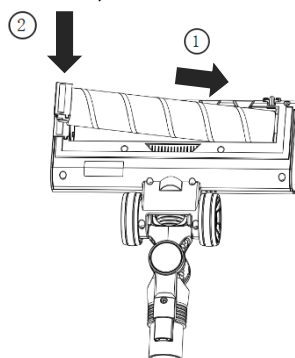

Figura 21
4. După curățare, introduceți peria cu role și apăsați-o până la capăt, apoi apăsați în jos capacul lateral al periei cu role, puteți auzi un clic atunci când se blochează în poziție. (Figura 21).